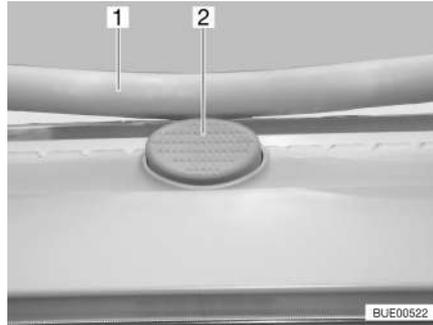

Fig. 23 Botón de seguridad en la claraboya Heki
- Pulsar el botón de seguridad (Fig. 23,2) y tirar la horquilla (Fig. 23,1) hacia abajo con ambas manos.
- Presionar el estribo hacia arriba con ambas manos hasta que la horquilla se encuentre encima del botón de seguridad (Fig. 23,2).